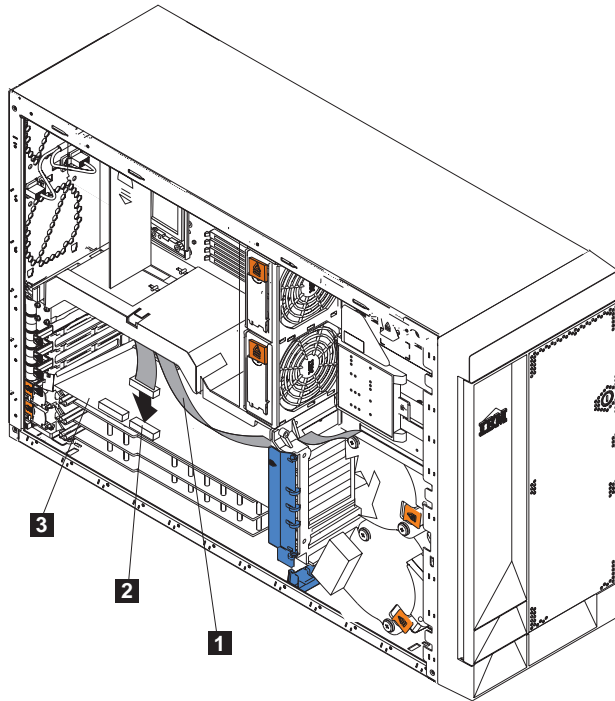
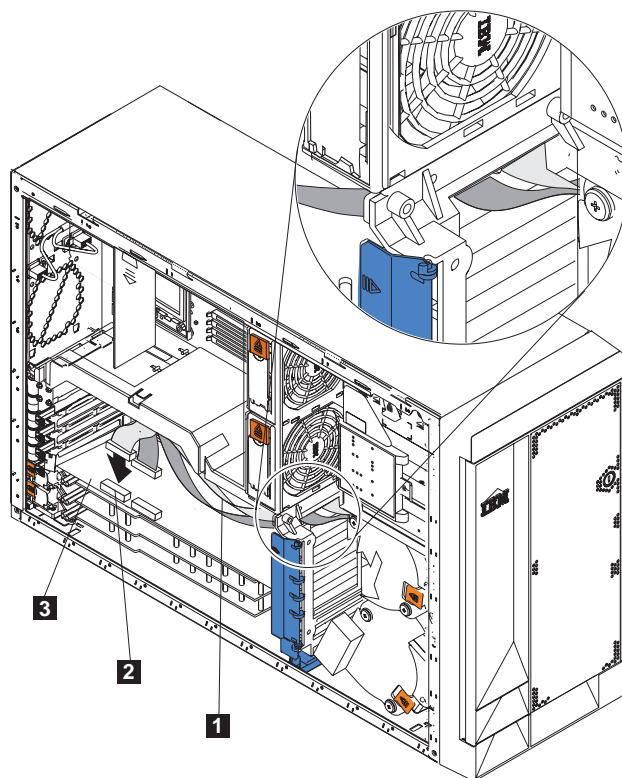

Figura 43. Roteando um cabo SCSI do painel traseiro para o controlador ServeRAID
Figura 44. Roteando dois cabos SCSI dos painéis traseiros para o controlador ServeRAID
Cabeamento de um Controlador ServeRAID: O controlador IBM ServeRAID em seu mecanismo controla as unidades de disco rígido de troca a quente internas. Um controlador ServeRAID pode, por exemplo, permitir que você configure as unidades de disco rígido de troca a quente internas para as matrizes de disco. A Figura 43 na página 60 e a Figura 44 na página 61 mostram o cabeamento de unidades de disco rígido de troca a quente internas. Também é possível cabear um controlador ServeRAID para unidades de disco rígido externas. Consulte a documentação de seu controlador opcional ServeRAID para obter instruções completas para instalar um controlador ServeRAID no mecanismo e para obter informações adicionais sobre controladores ServeRAID.
11. Roteie a extremidade livre do cabo SCSI do painel traseiro SCSI através da abertura do suporte de apoio da placa e em direção ao controlador ServeRAID (consulte a Figura 43 na página 60).
A Figura 43 na página 60 mostra como rotear um cabo SCSI para o controlador ServeRAID.
13. Se você estiver conectando a placa a um segundo painel traseiro SCSI no mecanismo, repita as etapas 10 a 12 para o segundo painel traseiro e, em seguida, continue com a etapa 14. Caso contrário, prossiga na etapa 14. A Figura 44 na página 61 mostra como rotear dois cabos SCSI dos painéis traseiros para o controlador ServeRAID (no slot PCI 3 na Figura 44 na página 61).